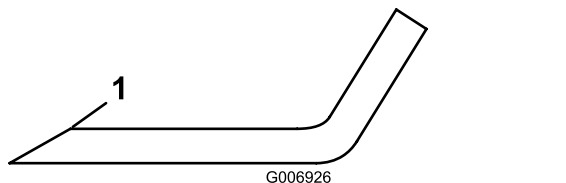

Figure 85
5. Examinez les tranchants de toutes les lames. aiguisiez-les s'ils sont émoussés ou ébréchés. N'aiguisiez que le haut du tranchant et conservez l'angle de coupe d'origine pour obtenir une coupe nette (**Figure 85**).
6. Si elles sont émoussées ou ébréchées, n'affûtez que le haut du tranchant et conservez l'angle de coupe d'origine (**Figure 85**).